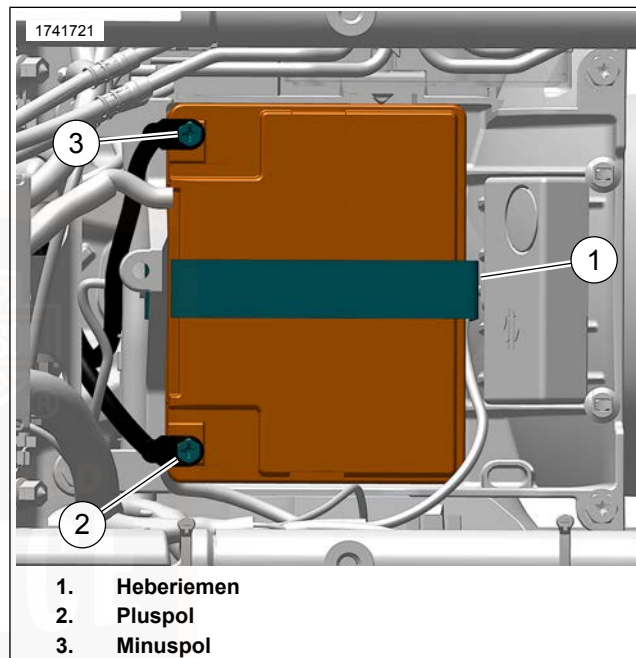

Abbildung 110. Batteriefach
10. Siehe Abbildung 110 . Beide Batteriepolsschrauben (2, 3) lösen, den Minuspol der Batterie zuerst.
11. Den Batterieheberriemen (1) nach oben ziehen, um die Batterie anzuheben. Wenn die Batterie weit genug angehoben wurde, um sie gut fassen zu können, Batterie greifen und komplett ausbauen.
3. Siehe Abbildung 110 . Die Batterie mit der Kontaktseite nach vorne in die Batteriegrundplatte einsetzen.